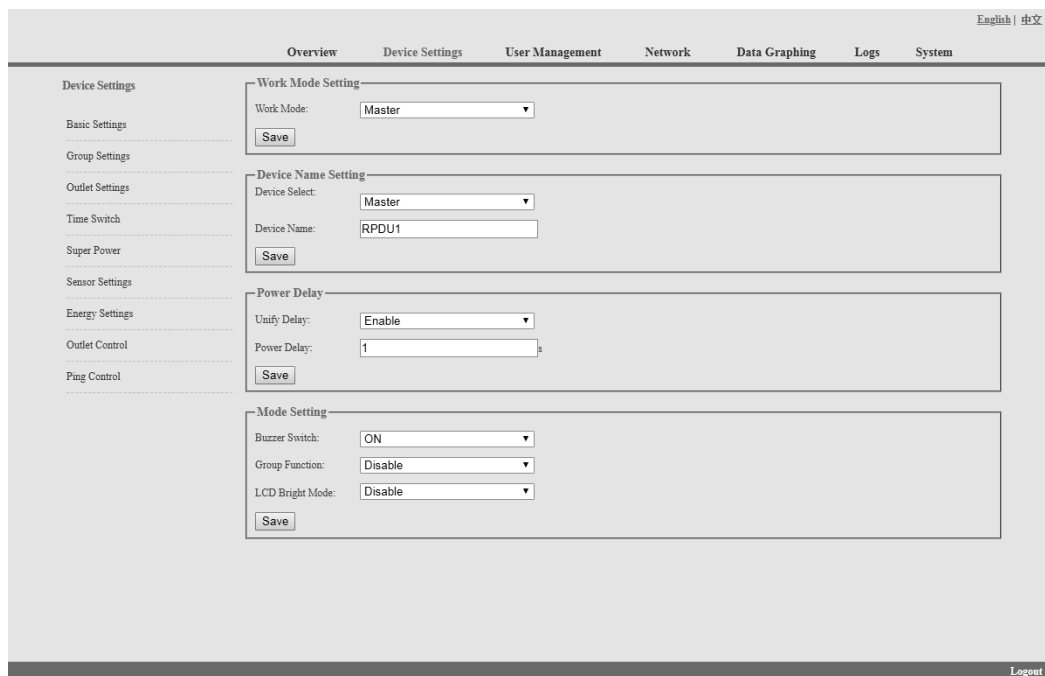

Abbildung 1-3
3.2.1.2. Geräteverwaltung: Klicken Sie im Menü auf Geräteverwaltung, um die Grundkonfiguration des Geräts vorzunehmen, wie in Abbildung 1-3 dargestellt